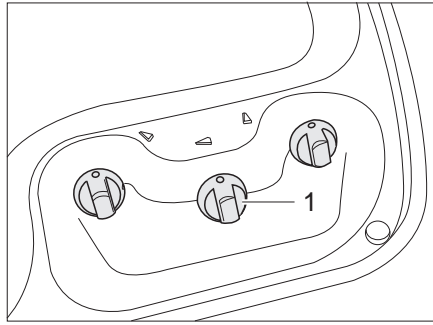
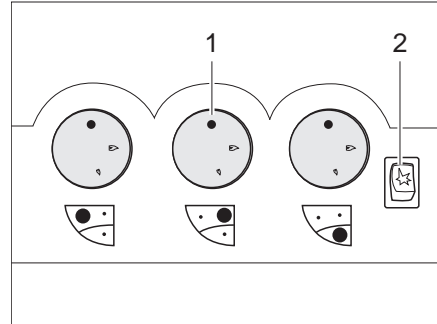

Fig. 212 Elementi di comando del fornello a gas (variante 1)
Fig. 213 Elementi di comando del fornello a gas (variante 2)
- Ruotare il pomello girevole (Fig. 212,1 o Fig. 213,1) dell'apparecchio a fiamma libera desiderato in posizione accesa (fiamma alta).
- Se è presente un tasto di accensione (Fig. 213,2):